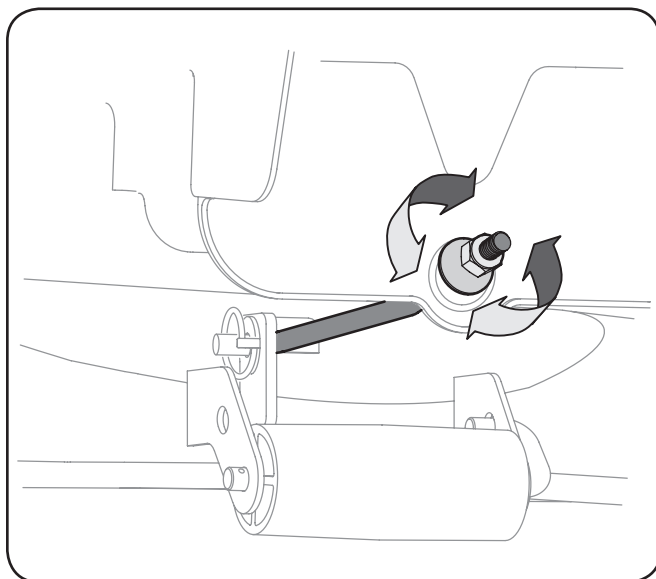

Figura 6-4
4. Localice la tuerca de seguridad con brida en el extremo de la barra de suspensión de la plataforma. Véase la Figura 6-4.
6. Para bajar la parte delantera de la plataforma, afloje (rosca hacia afuera) la tuerca hexagonal, alejándola de la ménsula de suspensión frontal. Véase la Figura 6-4.